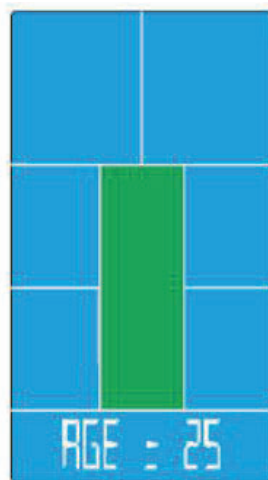

Abb. 14
2. Stellen Sie Ihr Alter mit den UP/DOWN-Tasten ein und bestätigen Sie mit der MODE-Taste (siehe Abb. 14)